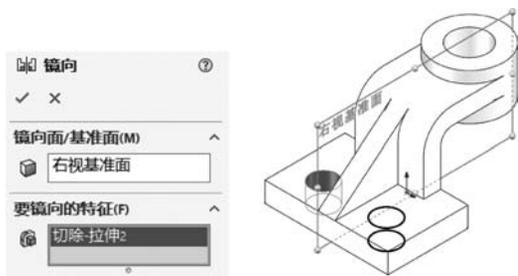

图 5-17 镜像
① 在【镜像面/基准面】组,激活【镜像面/基准面】列表,在 FeatureManager 设计树中选择【右视基准面】。
② 在【要镜像的特征】组,激活【要镜像的特征】列表,在 FeatureManager 设计树中选择【切除-拉伸 2】,如图 5-17 所示,单击【确定】按钮.